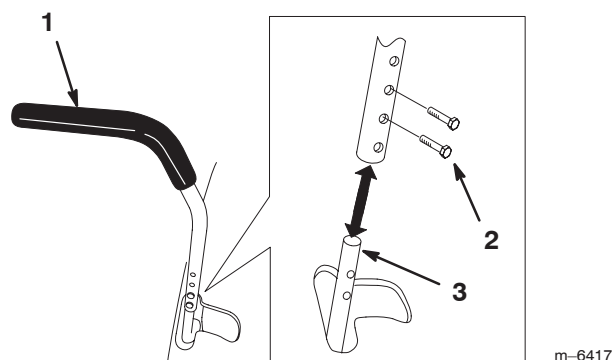

Figure 12
1. Enlevez les 2 boulons qui fixent le levier de commande à l'arbre du bras de commande (Fig. 12).
2. Placez le levier de commande dans les trous suivants. Fixez le levier avec les 2 boulons (Fig. 12).